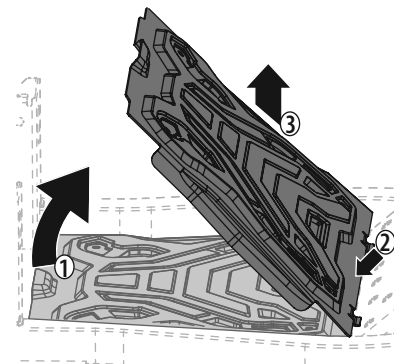

Figure 36
1. Soulevez avec précaution la partie arrière du panneau. Voir Figure 36 (1).
2. Glissez le panneau vers l'arrière pour faire sortir la partie avant. Voir Figure 36 (2).
3. Puis, soulevez le panneau pour le retirer. Voir Figure 36 (3).